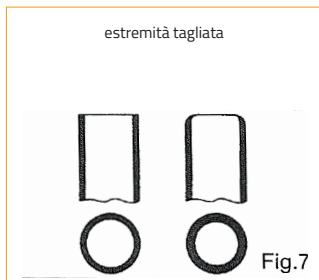

Fig.7
- Se si fa avanzare la lama troppo velocemente, il tubo potrebbe risultare deformato e non potrà essere flangiato correttamente. (Fig. 7)
- Quando si usa un tubo senza prima tagliarlo, controllare che non sia deformato. (Fig. 7)
- If the blade is moved forward too quickly, the tube may be deformed and incorrectly flanged. (Fig. 7)
- When a tube is used without being cutting beforehand, check that it is not deformed. (Fig. 7)